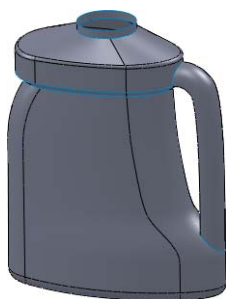

图 7-162 生成曲面圆角
- 03 单击对话框中的【确定】按钮，生成曲面圆角，如图 7-162 所示。